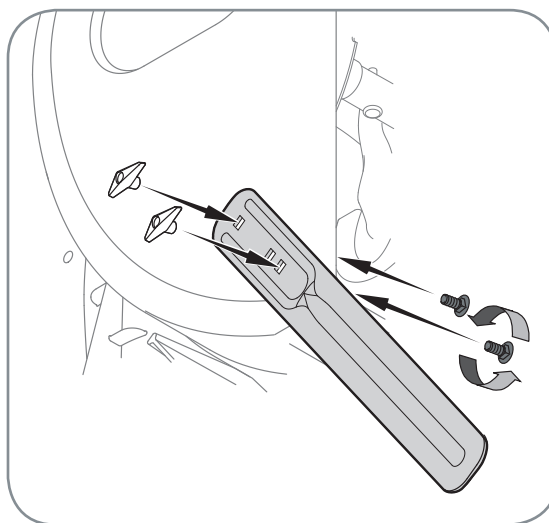

Figure 3-8
- Positionnez les barres de coupe pour qu'elles fient face à l'avant comme illustré à la Figure 3-8. Maintenez-les en place avec la boulonnerie enlevée précédemment, les écrous à oreilles devraient être attachés sur l'**extérieur** du logement comme illustré. Si votre souffleuse n'est **pas** équipée de barres de coupe, adressez-vous au service après-vente pour tout renseignement concernant le prix et la disponibilité en stock.